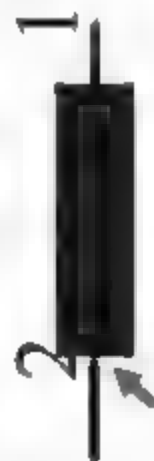
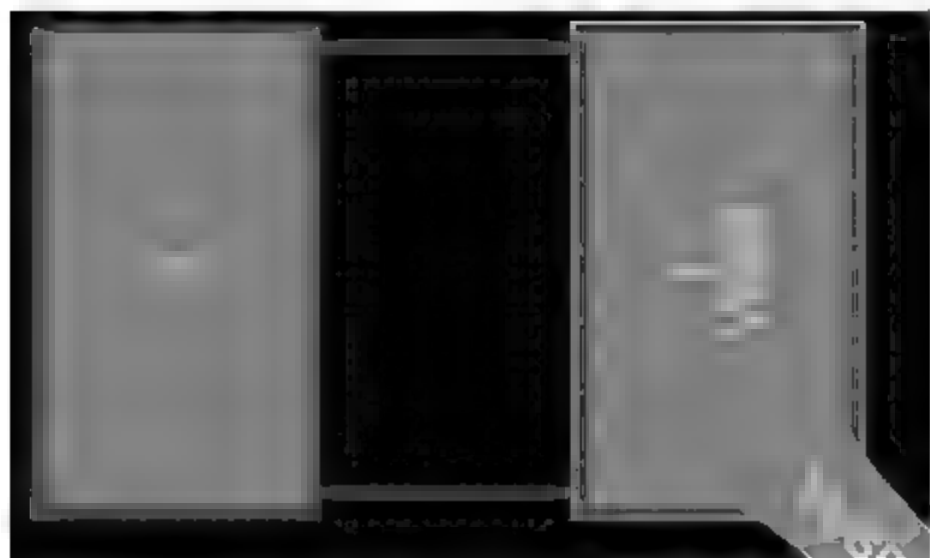

图 8-1 保险丝管脚 2 热点朝里
图 8-2 保险丝管脚无网络
1. 原理图符号管脚带有电气特性的一端,即管脚热点朝里(如图 8-1 所示),将造成元件在编译时可能会报错;同时,原理图更新到 PCB 后,元件管脚将没有网络,如图 8-2 所示。